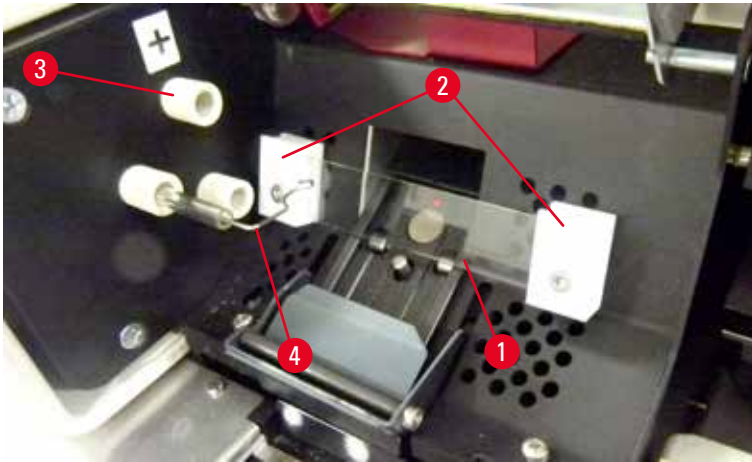

Fig. 17
5. Assurez-vous que le ressort de contact (→ "Fig. 16-2")/(→ "Fig. 17-4") est déconnecté du fil d'allumage (→ "Fig. 18-1") de l'ampoule (voir aussi (→ "Fig. 17").